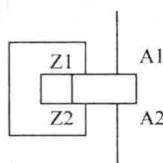

图 1-2 延时断开型继电器 (1)
(1) 延时断开型继电器 (1) 如图 1-2 所示。Z1、Z2 短接，当 A1 得电时，继电器立刻动作，常开触点闭合，经过延时时间  $t(s)$  后，常开触点自动断开（即使 A1 仍得电）。